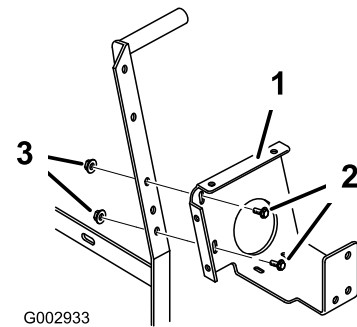
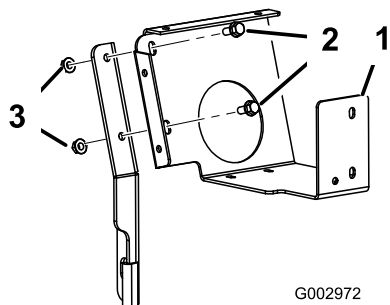

Bild 14
Bild 15
1. Montieren Sie die Befestigungshalterung des Steuerkastens mit zwei Bundbolzen (5/16 x 3/4 Zoll) und zwei Bundmutter (5/16 Zoll) an der Spritzgestängehalterung oder der Stützhalterung des Steuerkastens (Bild 14 oder Bild 15).